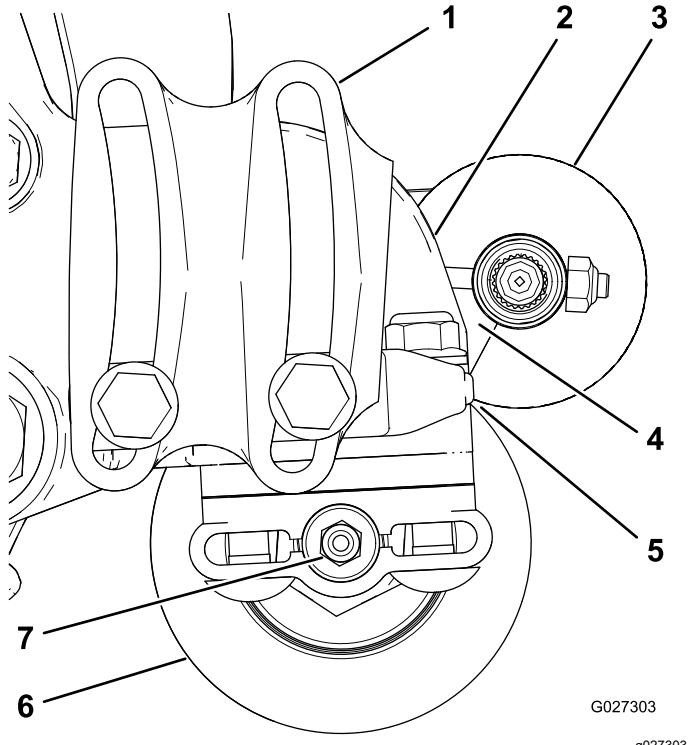

Figura 12
- Coloque el cepillo del rodillo de manera que apenas toque o descansen sobre el rodillo trasero (Figura 12).